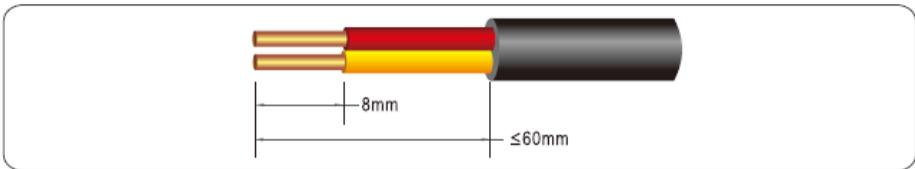

Figura 5.18 Pelado de un cable de comunicaciones RS485 (unidad: mm)
Paso 1 Pele un trozo de la capa de aislamiento del cable utilizando un pelacables, como se muestra en la figura 5.18.